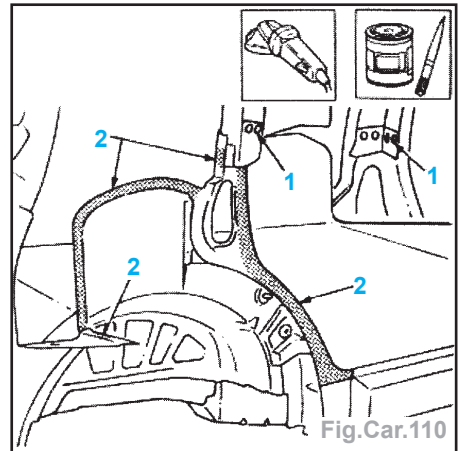

Fig.Car.110
- Faire sauter et meuler les points de soudure et déposer la doublure (3).
- Effectuer des trous (1) appliquer un apprêt électro-soudable (2) (Fig.Car.110).